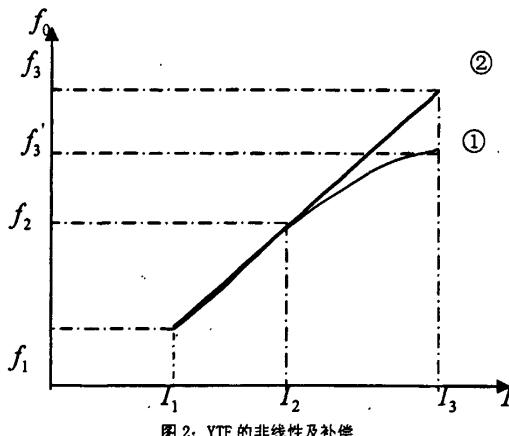

图 2: YTF 的非线性及补偿
实际上，由于磁滞损耗、涡流损耗，等多种原因，在调谐频率的高端通带的中心频率偏离关系式(1)，但这种偏离是有一定规律，一般向下呈“C”形(如图2)，不同点偏移大小可测量，这正是非线性补偿的依据。
在图2中②为理想的YTF调谐关系，调谐频率与驱动电流成线性关系，①为YTF实际的调谐曲线。可以认为频率在 f_1 和 f_2 之间与电流成比例，当电流增大到 I_3 时理论频率应该是 f_3 。